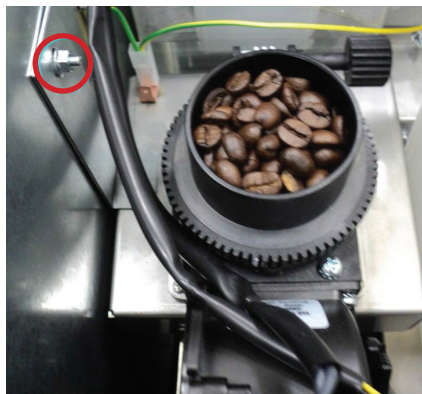

Рисунок 4.3
3. удалите транспортировочную скобу, прижимающую узел кофемолки, открутив гайку (см.рис.4.3)